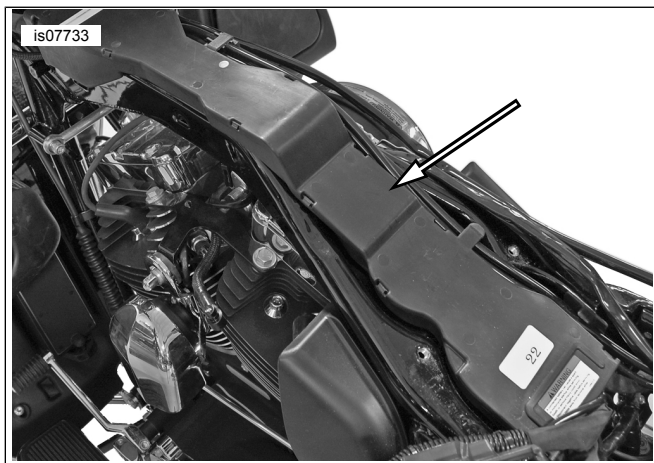

Figure 1. Passage de fil
6. Voir la figure 1. Retirer le cache du passage de fils.